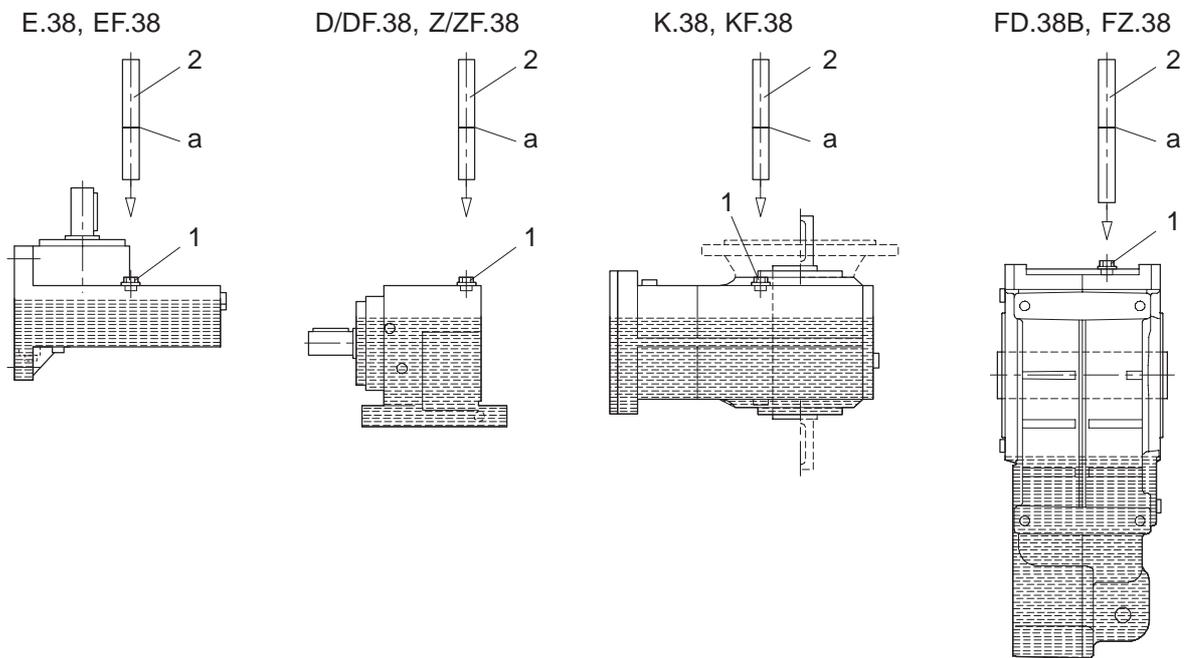

Figure 10.2.1.1-2: Contrôle du niveau d'huile sur les réducteurs de la taille 38
2) Démontez l'entraînement et positionnez-le conformément à la figure 10.2.1.1-2 "Contrôle du niveau d'huile sur les réducteurs de la taille 38". La vis obturatrice Pos. 1 doit se trouver du côté tourné vers le haut.